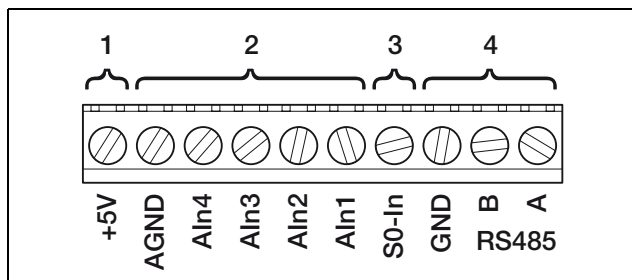

Abbildung 37: Kabelklemme
- Schließen Sie die Leitungen entsprechend der Anschlussbelegung (Abbildung 37 und Tabelle 6) an der Klemme an.
Auf der Klemme für analoge Schnittstellen (Abbildung 37) befinden sich Anschlüsse für die serielle **RS485-Schnittstelle**. Über RS485 können, abhängig von den benutzten Wechselrichtern, bis zu 200 Wechselrichter vernetzt werden, siehe Tabelle 7.
- Schließen Sie die Leitungen entsprechend der Anschlussbelegung (Tabelle 6) an der Klemme (4 in Abbildung 37) an.